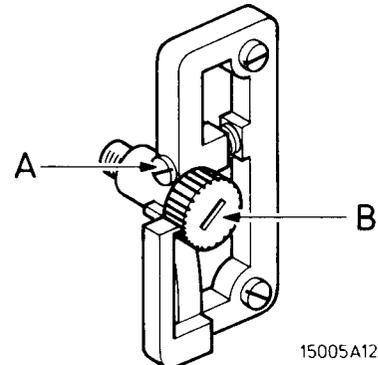

Fig. 8
- Falls das Band bei der Tonwelle nach oben oder nach unten geht, muss die Tonwelle mit Schraube A auf dem Schwungradlager (Abb. 8) senkrecht eingestellt werden.
- Das Schwungradspiel muss fühlbar sein aber darf nicht mehr als 0,3 mm betragen. Einstellen mit Schraube B (Abb. 8).